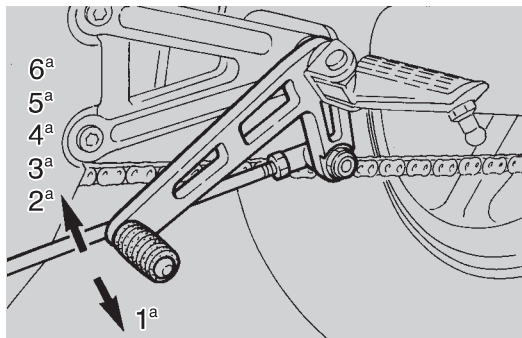

Abb. 25
- Motor läuft im Leerlauf, Kupplung ziehen, 1.Gang durch Niederdrücken des Fußschalthebels einlegen (Abb. 25);